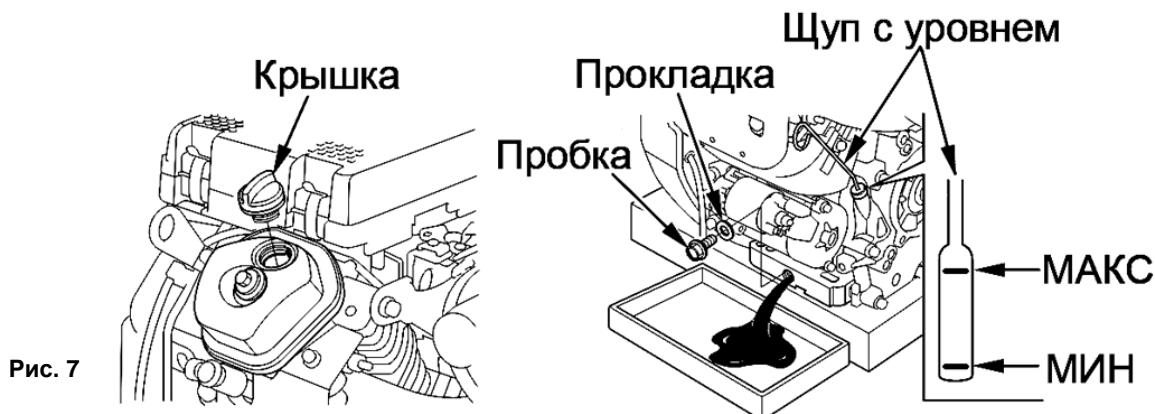

Рис. 7
- Залейте новое масло до верхнего уровня. (См. Рис.7).